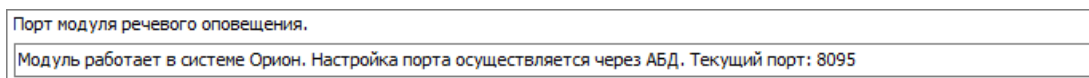

Рисунок 8-184 Порт модуля речевого оповещения
- задать порт модуля речевого оповещения (см. Рисунок 8-184) – может быть отдельно настроен при автономной работе модуля речевого оповещения. В нашем случае такой вариант не рассматривается. В случае отсутствия связи с ЦСО параметр будет доступен для редактирования, но если на момент перезапуска связь с ЦСО будет установлена, то параметр будет запрошен из базы данных;